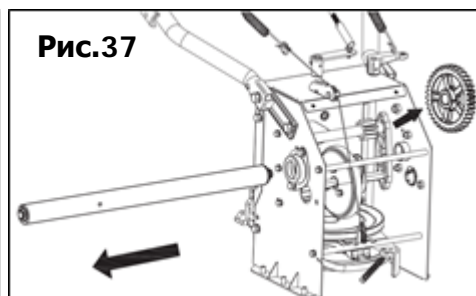

Рис.37
- Вытяните приводной вал (Рис. 37).